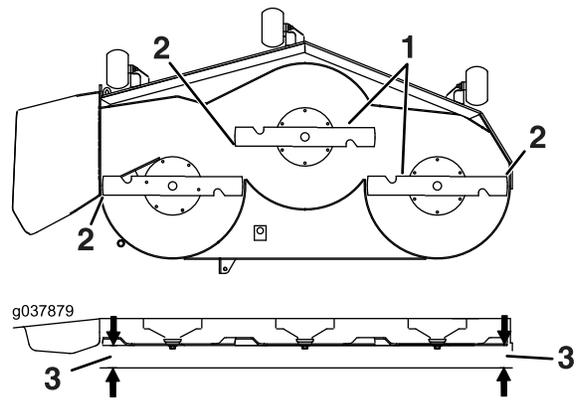

Figura 81
6. Mida entre la punta de la cuchilla y la superficie plana (Figura 81). Si hay una diferencia de más de 5 mm entre ambas dimensiones, ajuste la nivelación, y siga con este procedimiento.
14. Gire cuidadosamente las cuchillas colocándolas perpendicularmente al sentido de avance de la máquina (Figura 81).